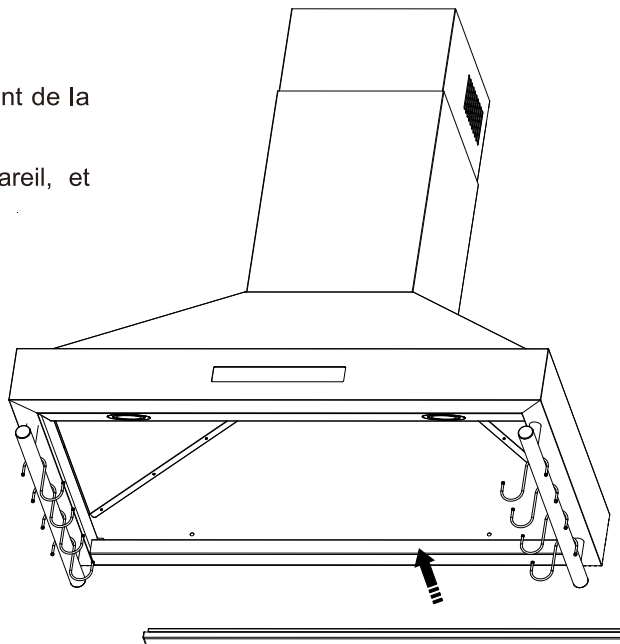

Figure 7
- Inclinez et insérez le récipient d'huile à l'arrière de l'appareil, et poussez-la en place (voir figure 7).